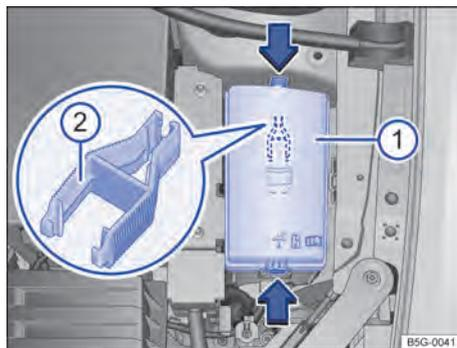

Fig. 173 En el compartimiento del motor: cubierta ⓘ de la caja de fusibles con pinza de plástico ⓘ.
- Presionar las trabas en el sentido de la flecha → fig. 173 ⓘ, para desbloquear la cubierta de la caja de fusibles.
En el lado interno de la cubierta de la caja de fusibles en el compartimiento del motor puede haber una pinza de plástico → fig. 173 ⓘ para retirar los fusibles.